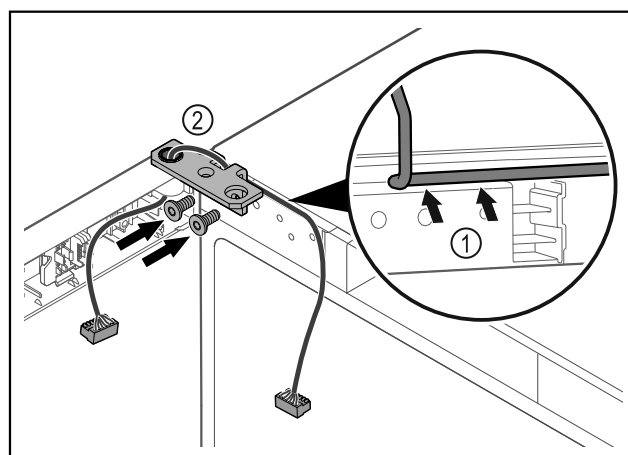

Fig. 39
- Poprowadzić kabel przez wgłębienie w zawiasie i ostrożnie go ułożyć Fig. 39 (1).
- Przykręcić zawias Fig. 39 (2).